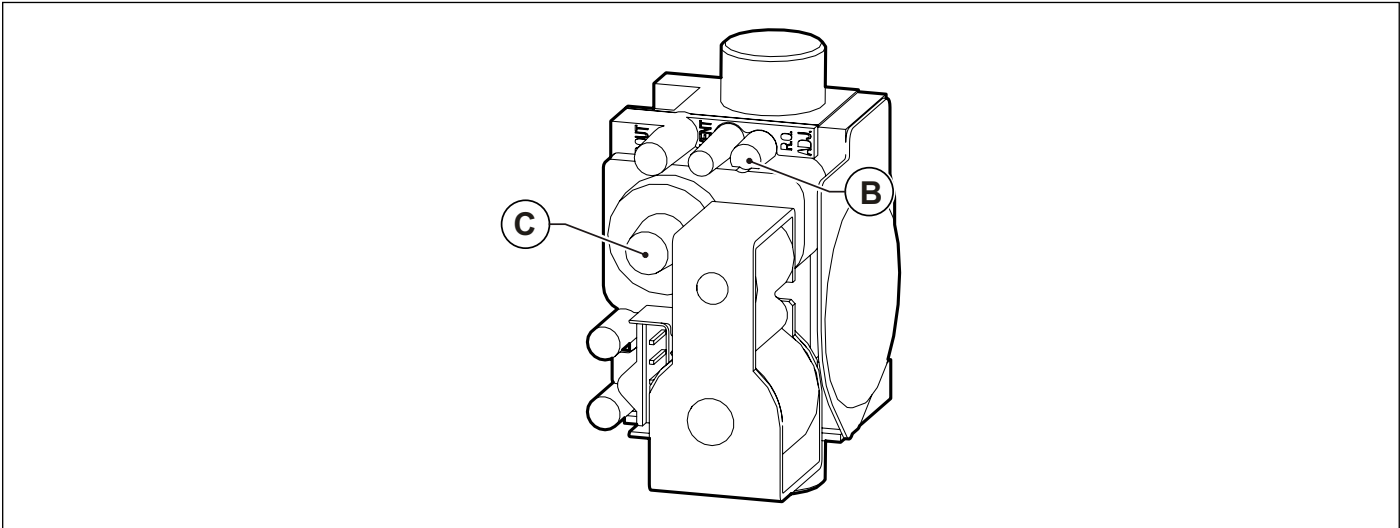

Fig. 25 Regolazione valore anidride carbonica
- Regolare il valore dell'anidride carbonica (CO2) nei fumi ruotando il regolatore di rapporto **B** (vedi Fig. 25 Regolazione valore anidride carbonica) e assicurarsi che rientri nei limiti della Tab. 12 Valori di CO2 nei fumi. Lasciare la caldaia in modalità spazzacamino e portarsi al passo successivo di regolazione alla potenza minima.
- Regolare il valore dell'anidride carbonica (CO2) nei fumi ruotando il regolatore di offset **C** (vedi Fig. 25 Regolazione valore anidride carbonica) e assicurarsi che rientri nei limiti della Tab. 12 Valori di CO2 nei fumi.